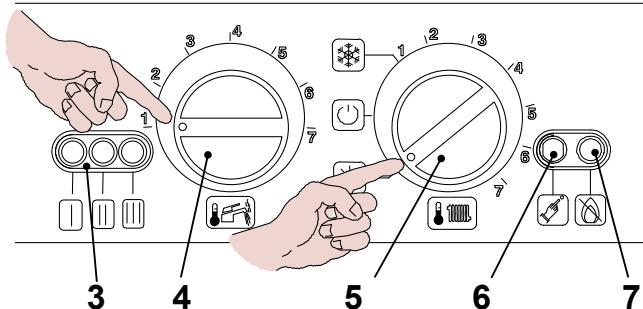

рис. 9.8
- Подайте электрическое питание на бойлер с помощью двухполюсного выключателя; сигнальная лампа 3 в рис. 9.8 будет мигать с интервалом в 4 секунды.
- Поверните переключатель 5 Поверните переключатель рис. 9.8 ; сигнальная лампа 3 будет мигать с интервалом в 2 секунды.
- Удерживайте нажатой кнопку перезагрузки 6 в рис. 9.8 в течение 10 секунд, лампа блокировки 7 в рис. 9.8 начнет мигать.
- Чтобы настроить функцию трубочиста, сигнальные лампы 3 в рис. 9.8 должны выглядеть, как в рис. 9.9 (перечень сигнальных ламп на стр. 38)
- Опять нажимайте кнопку перезагрузки 6 в рис. 9.8 в течение 5 секунд, лампа блокировки 7 в рис. 9.8 выключится, сигнальные лампы 3 в рис. 9.8 будут мигать в режиме запроса на обогрев рис. 9.10